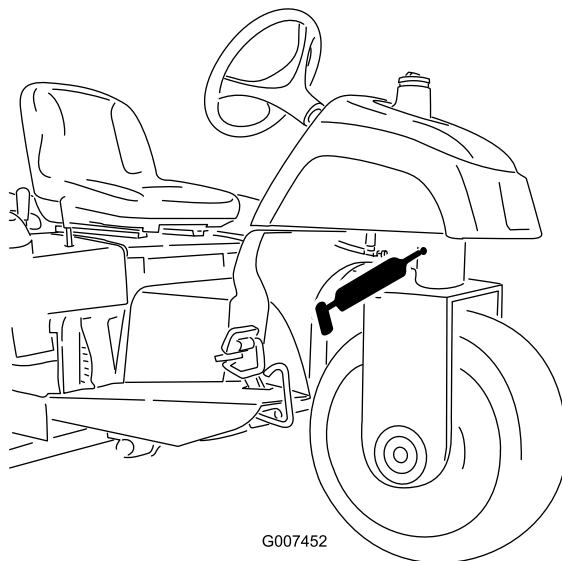

Рисунок 26
- Шарнир поворотного кулака (Рисунок 26).
Примечание: Для уплотненной масленки на шарнире поворотного кулака (Рисунок 26) требуется переходник к смазочному пистолету. Закажите деталь с каталожным № 107-1998 у местного авторизованного дистрибьютора компании Toro.